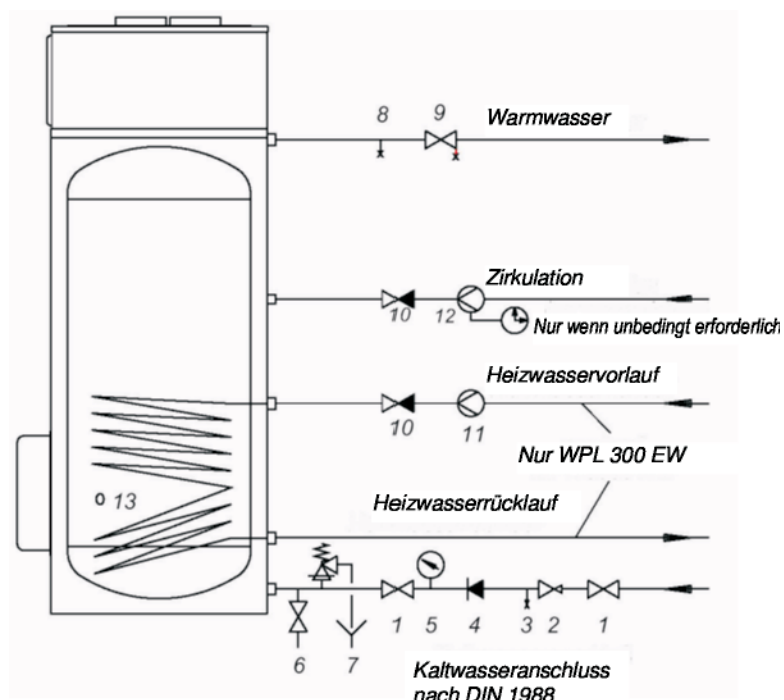

Abb. 5, Kalt- und Warmwasseranschluss
- Beachten Sie die Reihenfolge der Sicherheitsarmaturen gemäss DIN 1988 (Abb. 5).